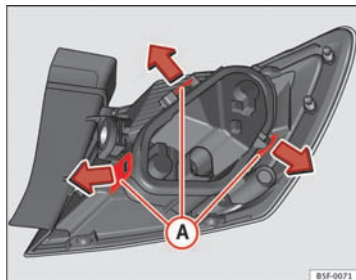

Fig. 145 Fastgørelsestapper på bagsiden af baglygten
- Afmonter pæreholderen ⇒ Fig. 145 ved at løsne fastgørelsestapperne **A**.